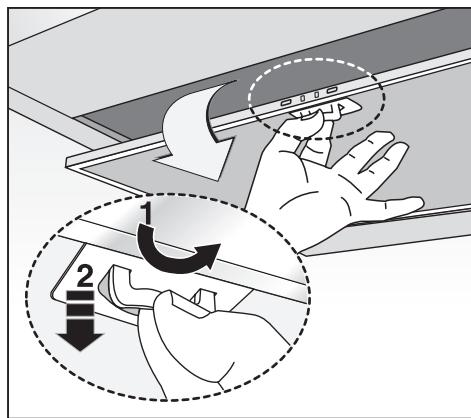

Fig.7
- La distanza minima fra la superficie di supporto dei recipienti di cottura sul dispositivo di cottura e la parte più bassa della cappa da cucina deve essere di almeno **65 cm**. Se dovesse essere usato un tubo di connessione composto di due o più parti, la parte superiore deve essere all'esterno di quella inferiore. Non collegare lo scarico della cappa ad un condotto in cui circoli aria calda o utilizzato per evacuare fumi degli apparecchi alimentati da un'energia diversa da quella elettrica. Prima di procedere alle operazioni di montaggio, per una più facile manovrabilità dell'apparecchio disinserire i filtri/i antigrasso (Fig.7).